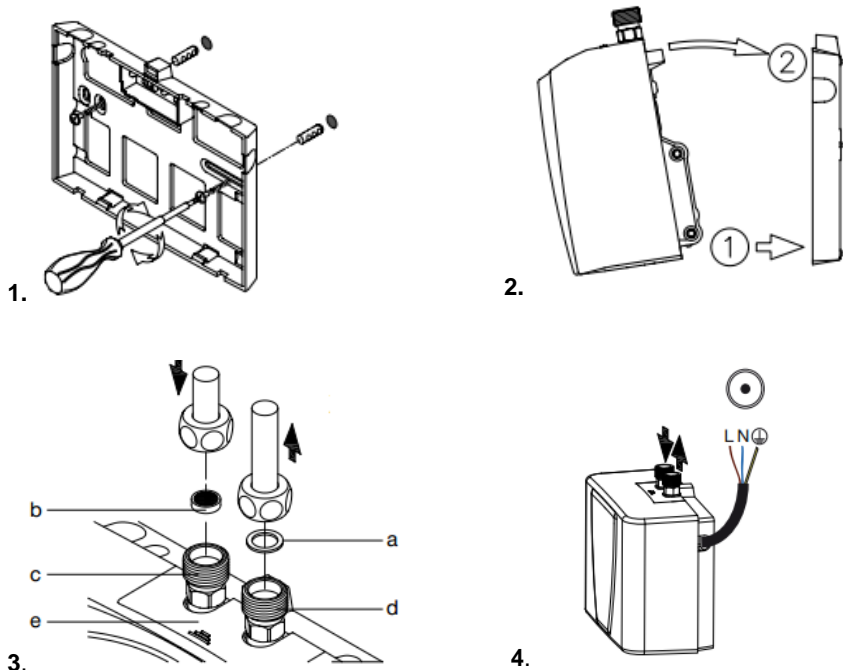

**Рисунок 1. Отсоединение монтажной панели от ПЭВН**
Отсоедините монтажную панель от корпуса водонагревателя, следуя инструкции на рис. 1. Для это вставьте отвертку с плоским наконечником в замок, расположенный между патрубками холодной и горячей воды до упора и слегка потяните вверх (1). Наклоните прибор вперед максимум на  $15^\circ$  (2) и отсоедините прибор, потянув его вверх. (3)